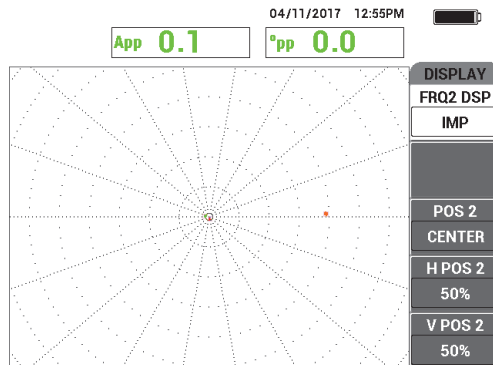

Abbildung 5-179 Menü ANZ FRQ2
2. Drücken Sie zweimal die Menütaste DISP (), um das Menü **ANZ FRQ2** anzuzeigen (siehe Abbildung 5-179 auf Seite 272).